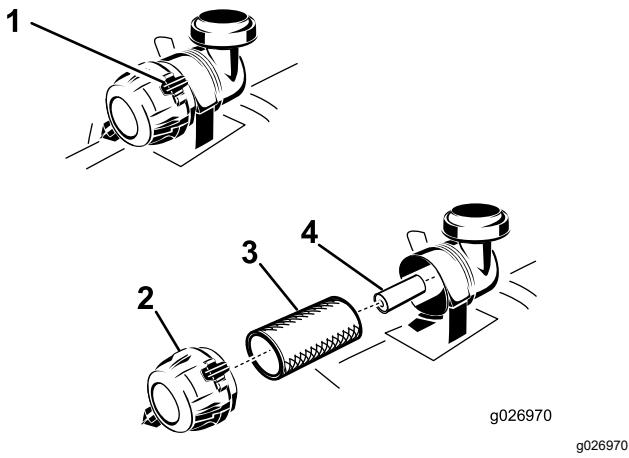

Bild 41
4. Lösen Sie die Halteklemmen am Luftfilter und ziehen Sie die Luftfilterabdeckung vom Luftfiltergehäuse ab (Bild 41).
6. Schieben Sie den Hauptfilter vorsichtig aus dem Luftfiltergehäuse heraus (Bild 41).
2. Wenn Sie den inneren Filter auswechseln, schieben Sie ihn vorsichtig in das Filtergehäuse (Bild 41).
3. Schieben Sie den Hauptfilter vorsichtig auf den Sicherheitsfilter (Bild 41).
4. Setzen Sie die Luftfilterabdeckung auf (Entlüfterdeckel nach unten) und drehen sie so, dass die Halteklemmen in der Abdeckung einrasten (Bild 41).